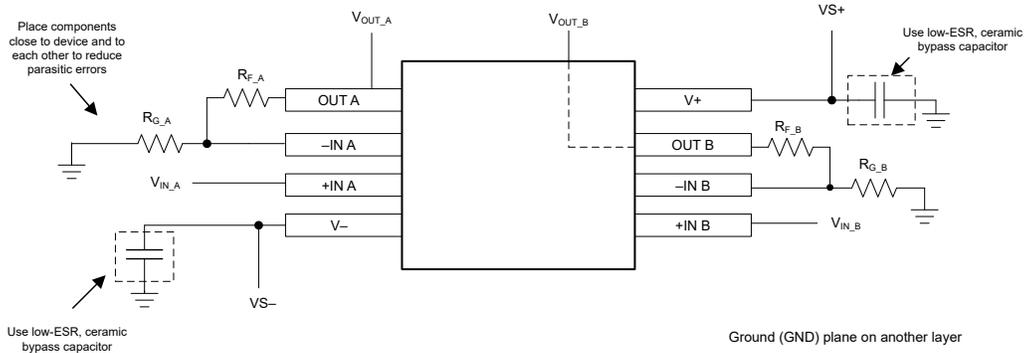

图 7-10. 同相放大器配置的运算放大器电路板布局
- 外部元件应尽可能靠近器件放置。如 图 7-10 所示，使反馈电阻 (R3) 和增益电阻 (R4) 靠近反相输入以更大限度地减小寄生电容。